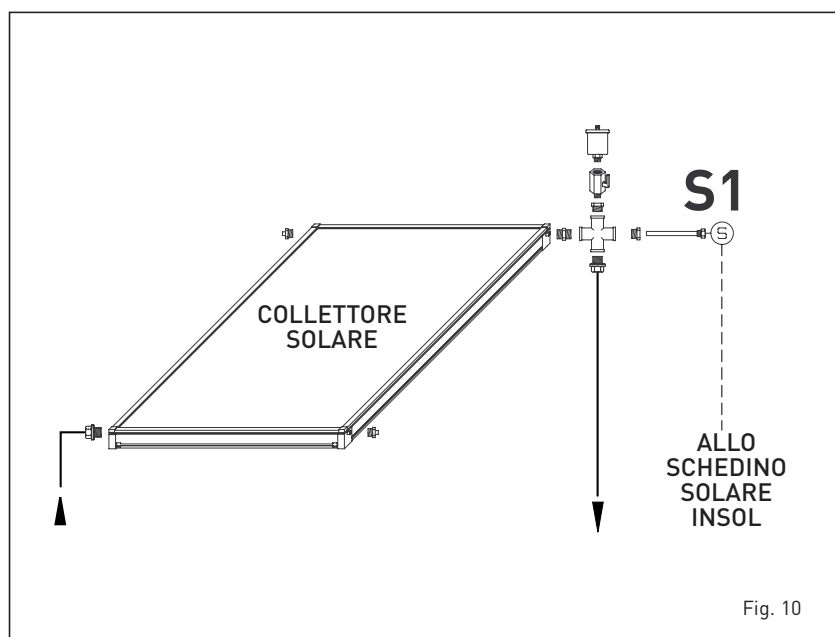

Fig. 10
2.9.4 Collegamento sonda collettore solare (fig. 10)